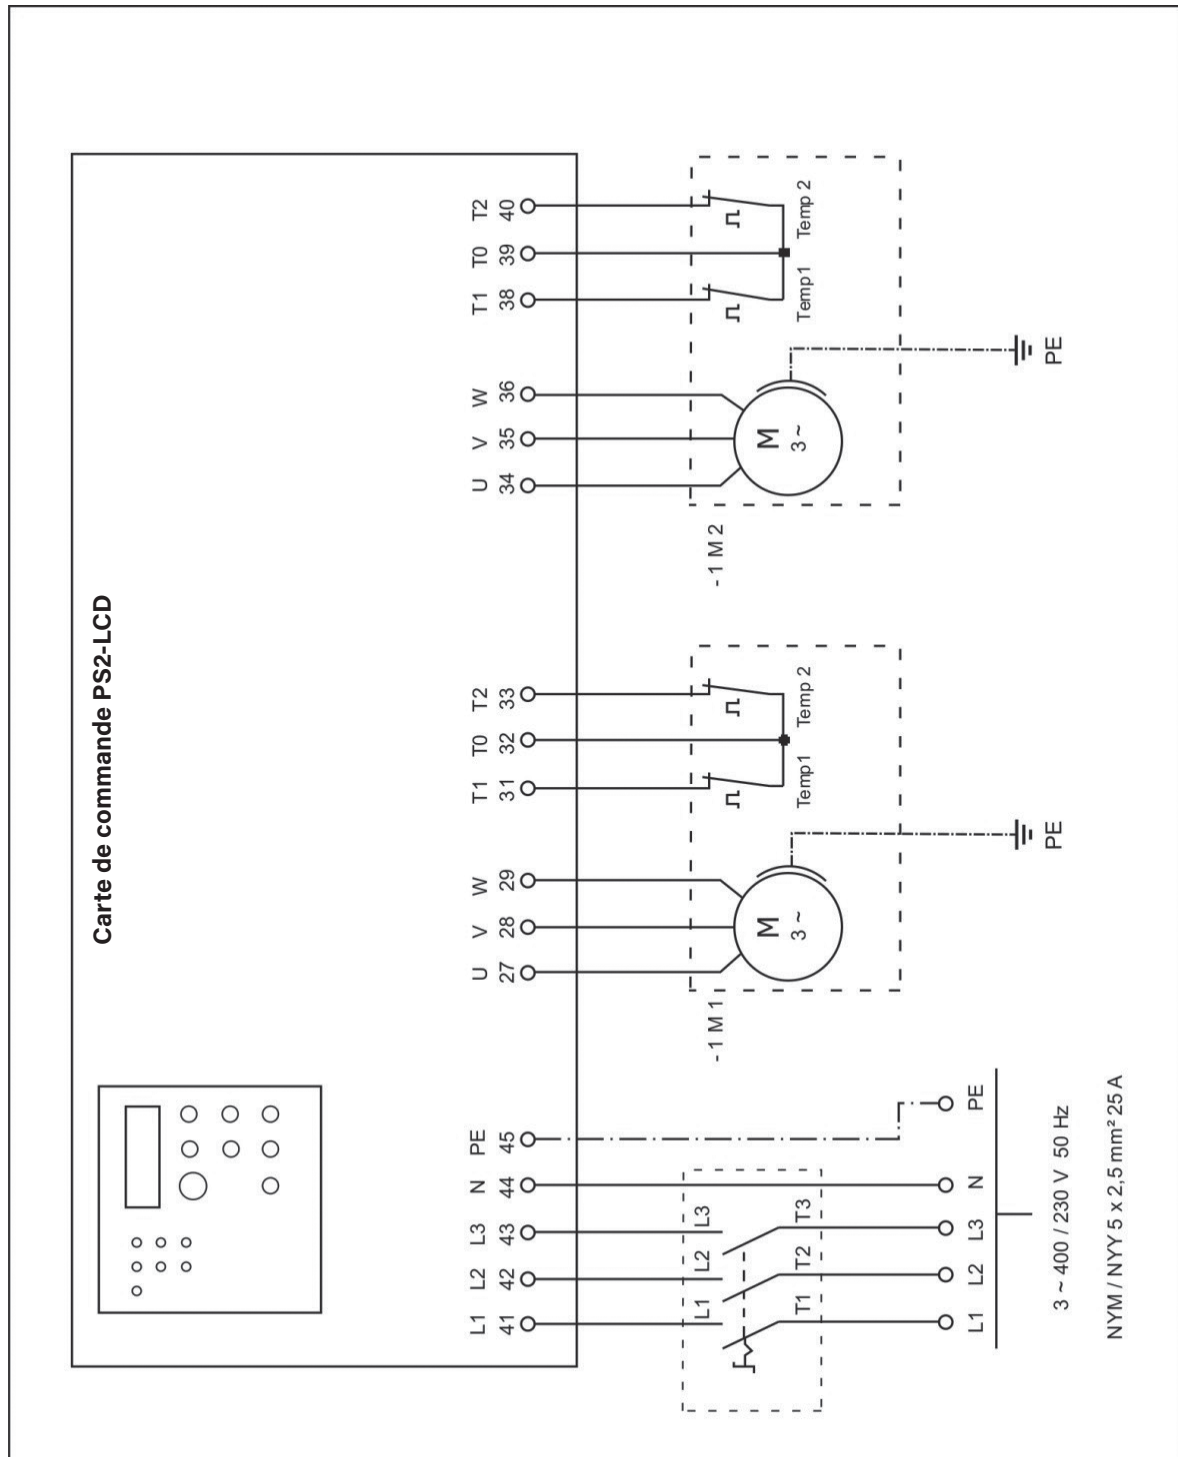

Figure 1a
Les bornes de raccordement sont dimensionnées pour une section de câble maximale de 4 mm². Il convient de veiller à ce qu'un champ tournant droit soit appliqué. Les bornes portent les inscriptions L1, L2, L3, N et PE (41 – 45). (Voir appendice, figure 1a)
POUR L'EXPLOITATION DES MOTEURS 1 ~ (230 VAC), IL FAUT POSER UN PONTAGE DE LA BORNE L1 (41) À L2 (42), ainsi que de N (44) À L3 (43). L'alimentation se pose À LA BORNE L1 (41) ET POUR LE CONDUCTEUR NEUTRE À LA BORNE N (44). (VOIR APPENDICE, SCHÉMA DE RACCORDEMENT FIGURE 1a)